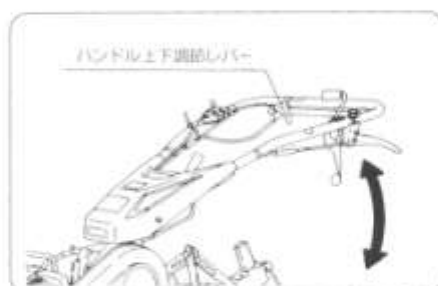

図31A
- ② ハンドル上下調節レバーを握り、ハンドルの高さを換えて作業及び身長に合った位置でご使用ください。（図31A）